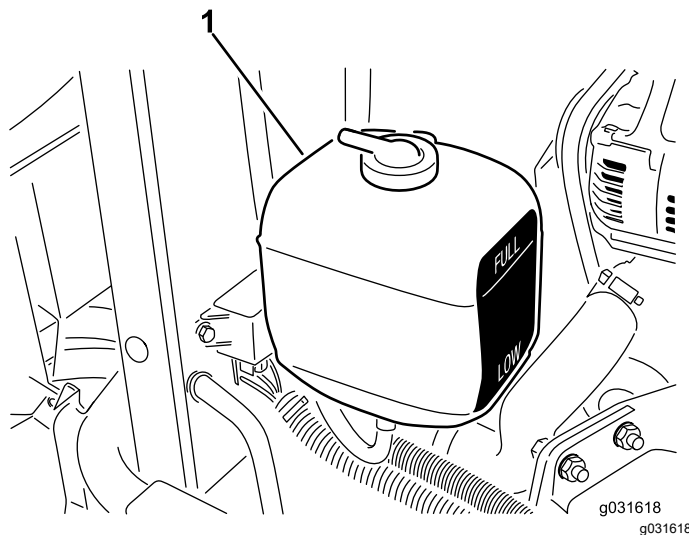

Figura 55
1. Controllate il livello del refrigerante nel serbatoio di espansione (Figura 55).